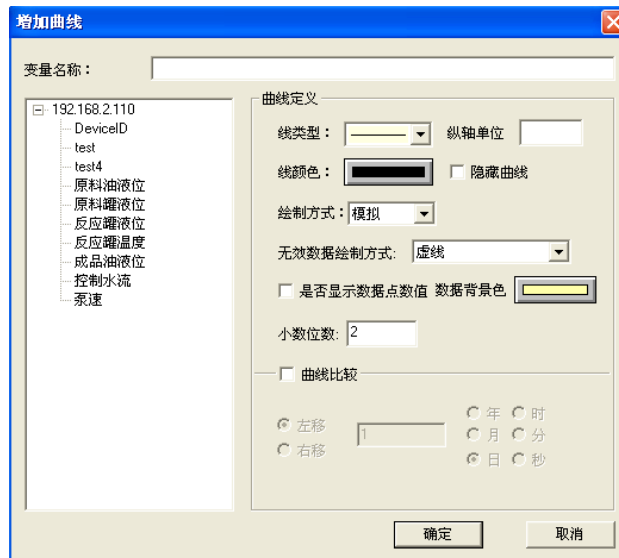

图 12-16 添加变量对话框
8、点击“历史库中添加”按钮，弹出“增加曲线”对话框，如图 12-16，左边列表中显示的是工程中记录了历史数据的变量，选中“反应罐温度”变量后，可以设置其关联曲线的线性、颜色等，配置完成后点“确定”，然后按照同样的方法，添加“反应罐液位”变量、“原料罐液位”变量。我们设置“反应罐温度”、“反应罐液位”和“原料罐液位”曲线的颜色分别为红色，黄色和绿色。